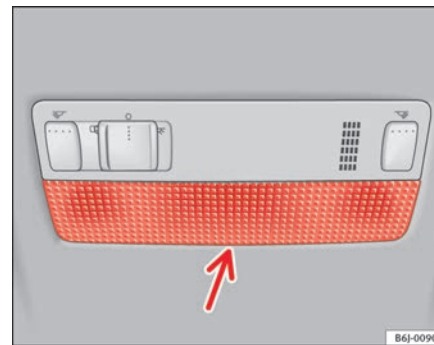

Fig. 160 Luz de lectura delantera
- Introduzca un destornillador fino por su parte plana entre la carcasa y el cristal ⇒ fig. 160.